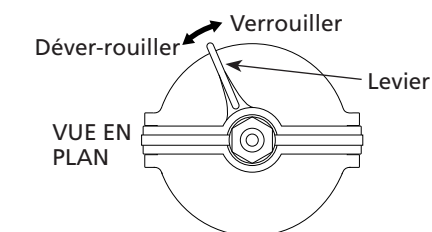

Figure 1
1. Enlever le godet du montage de chape/couvercle (Voir la Figure 1).
Glisser le levier de verrouillage vers le centre (Voir la Figure 1). Ne pas forcer le levier.